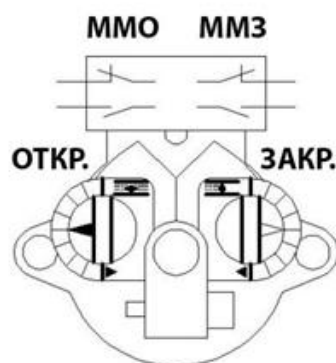

Рисунок 5. Блок моментных выключателей
2.4.2. Вращением соответствующего настроечного винта положений «ОТКРЫТО» или «ЗАКРЫТО» изменить момент срабатывания муфты моментных выключателей (ММО) и (ММЗ) (рис.5). При настройке крутящего момента ориентироваться на флажок-указатель и градуированную шкалу настроечного винта. Диапазон регулировки крутящего момента составляет от 40% до 100% от значений, указанных в табл.1.